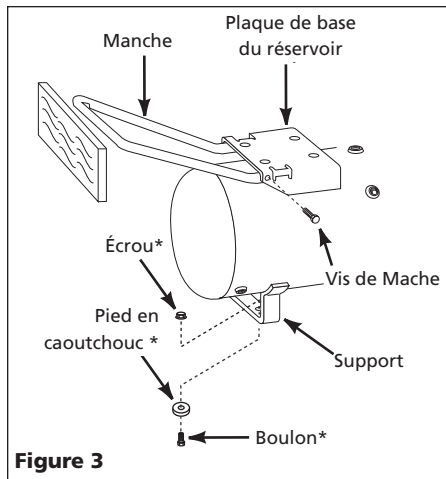

Figure 3
2. Introduire le manche dans les deux bords de la plaque de base du réservoir. Serrer le manche afin qu'il s'ajuste dans les ouvertures spéciales dans la plaque de base (Voir Figure 3).